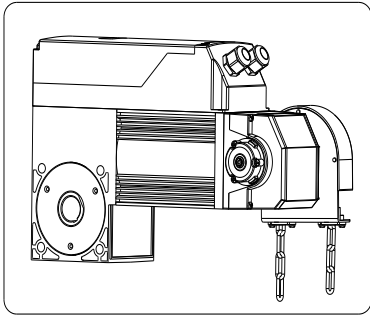
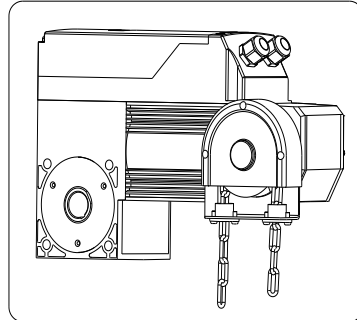

图 7
图 8
一般情况下，手动链的位置在门的外侧，即开门机安装在门的右侧时，手动链在开门机的右侧（如图 7）；开门机安装在门的左侧时，手动链在开门机的左侧（如图 8）
本款开门机的出厂状态为如图 7 所示的安装状态，若要转换成如图 8 所示的状态时，按图 9 所示，把罩壳上的四个螺钉（序号⑥）卸下，取下罩壳（序号⑤）。然后用 4mm 内六角扳手将四个内六角螺钉（序号③）旋开，把电线从接线端子（序号②）处拆下，将整个支座（序号①）旋转 180° 后，将微动开关引线从支座相应孔中穿出，同时微动开关和接线端子一同装到另一侧固定，重新接好电线。如